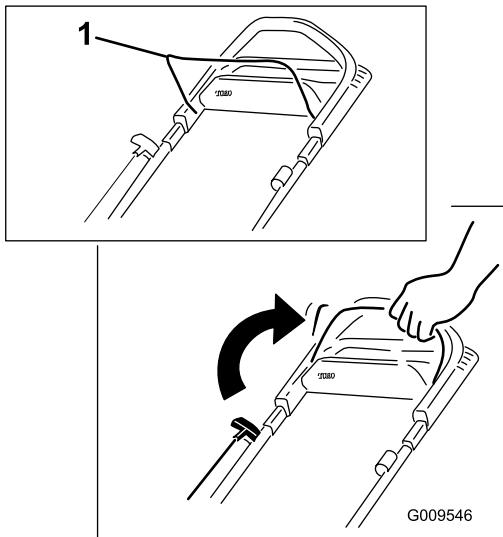

Figura 16
- Sujete la barra de control de las cuchillas contra el manillar (Figura 16).